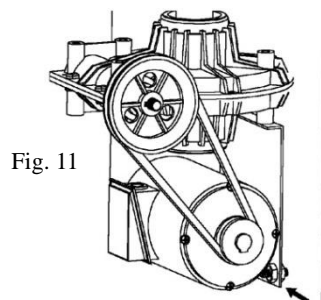

Fig. 11
- Compruebe la tensión de la correa trapezoidal cada 6 meses (fig. 11).